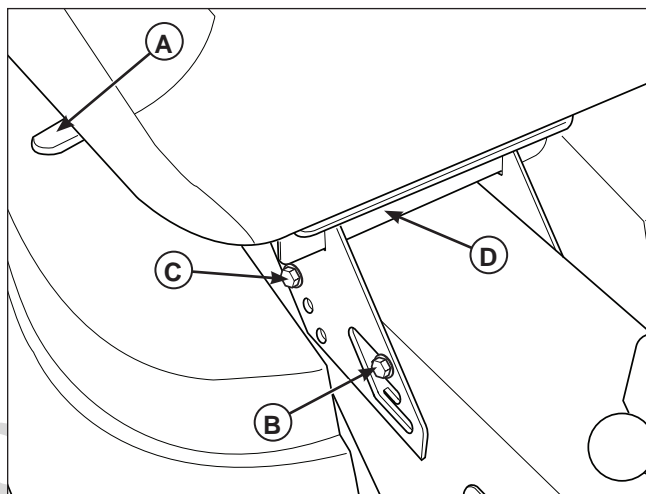

Figura 19. Ajuste de la altura del asiento
1. Tire de la palanca de ajuste del asiento (A, figura 19) hacia delante y mueva el asiento hacia la posición más adelante posible para proporcionar separación adicional entre el asiento y el depósito de gasolina.
2. Suelte, pero no saque las piezas metálicas de montaje del asiento delantero (B).
3. Saque las piezas metálicas de montaje del asiento trasero (C).
4. Maniobre el montaje del asiento (D) hasta que se logre la altura deseada.